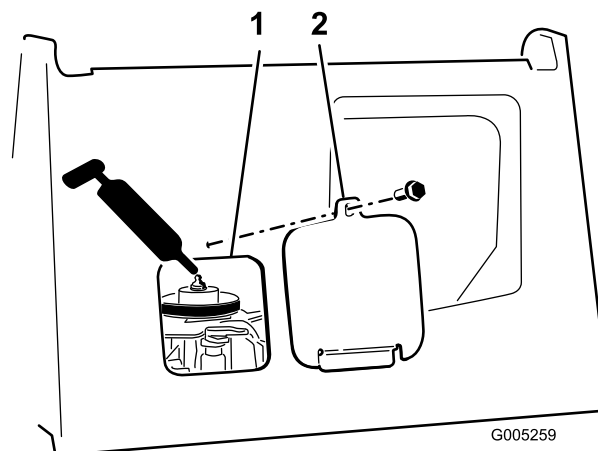

Bild 20
3. Setzen Sie die Fettpresse durch die Zugangsöffnung des Getriebes auf den Schmiernippel (Bild 20).